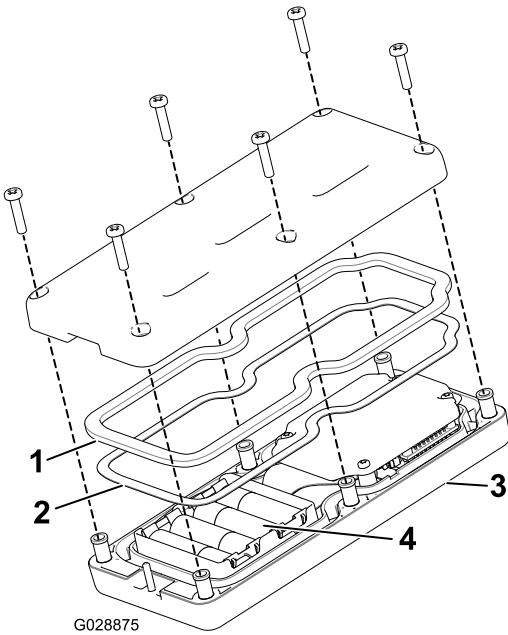

图46
3. 从遥控器后面卸下 6 个螺钉然后取下后盖 图46。
5. 将四节新电池逐一放入电池端子仓位注意按照正确的电池极性放置。如果放置不正确遥控器不会发生损坏但遥控器无法操作。电池端子仓位分别带有正负极标志 图46。
6. 如果您意外拆掉了橡胶密封件和钢垫片请小心将它们放回手持遥控器的槽内 图46。
7. 放回后盖并用先前卸下的 6 个螺丝固定 图46 上紧螺丝扭矩至 1.51.7N·m。